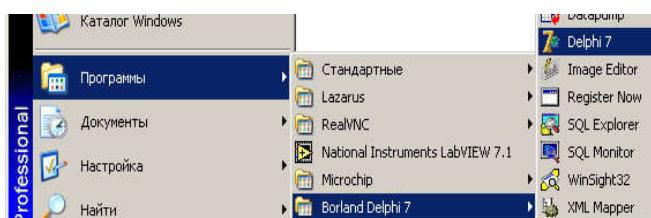
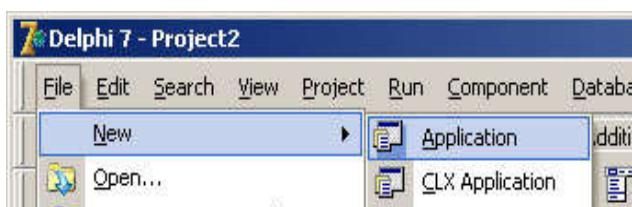
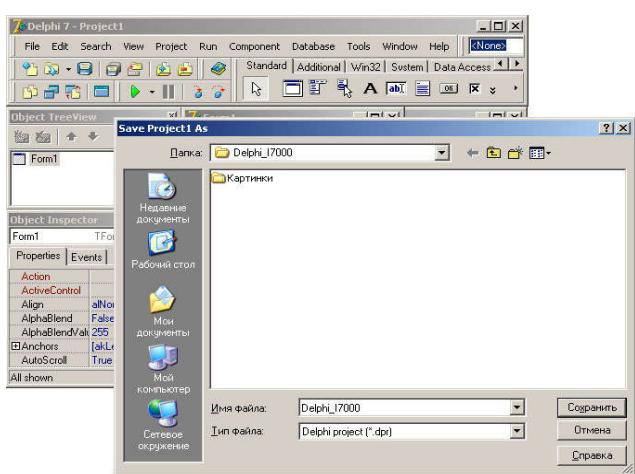

Рис. 65. Меню «Пуск/Программы/ Borland Delphi 7/Delphi 7»
Рис. 66. Пункт меню Delphi, создание нового проекта
Рис. 67. Сохранение нового проекта в Delphi
1. Создать проект приложения. Запустить интегрированную среду разработки Borland Delphi из меню Windows «Пуск/Программы/Borland Delphi 7/Delphi 7» (рис. 65). Выбрав пункт меню «File/New/Application» (рис. 66), создайте новый проект и сохраните его под названием DelphiI7000 (рис. 67). Для сохранения файла используйте пункт меню «File/Save Project As...».